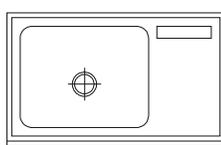
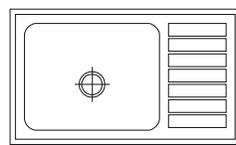

图 4-2-28
图 4-2-29
使用绘制矩形命令 RECTANG 绘制出 225 × 50 的矩形，并删除点 J 所在的矩形，如图 4-2-28 所示，其操作步骤如下：
执行该命令后，其结果如图 4-2-28 所示。
使用阵列命令 ARRAY 将如图 4-2-28 所示的小矩形进行矩形阵列，如图 4-2-29 所示，其具体操作步骤如下：
单击如图 4-2-30 所示的阵列对话框中的  矩形阵列 (R) 按钮(如果该按钮左边的小圆中有一个小圆点，就不用再单击该按钮，否则就要单击该按钮，如图 4-2-30 所示的对话框就不用单击该按钮)，该对话框的参数设置如图 4-2-31 所示，单击“选择对象”旁边的  按钮，返回到绘图界面，单击如图 4-2-28 所示的 225 × 50 的矩形，按回车键后又返回到如图 4-2-31 所示的对话框，单击“确定”按钮，其结果如图 4-2-29 所示。